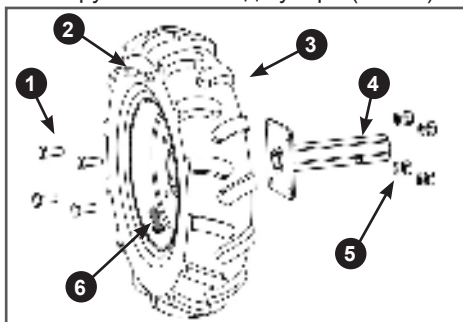

Рис. 5. Сборка колес и осей
покрышки. После сборки колёс с осями вентили камер должны быть расположены на противоположных от осей сторонах колёс (Рис. 5).
3. Соедините колёса и оси. Совместите отверстия в диске колеса 3 и фланце оси 4, вставьте в отверстия болты 1, установите пружинные шайбы и закрутите гайки 5 до упора (Рис. 5).